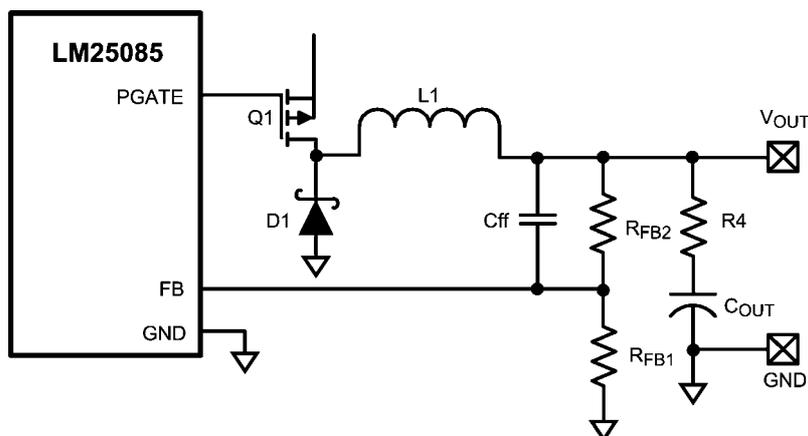
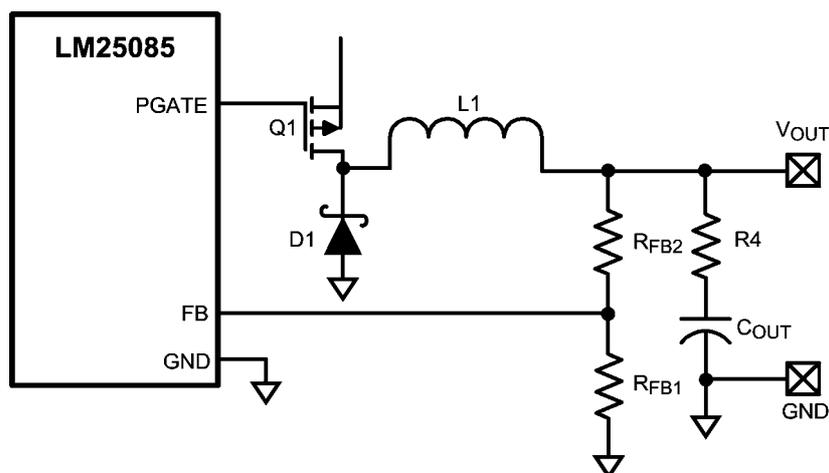

FIGURE 9. Reduced Ripple Configuration
FIGURE 10. Lowest Cost Ripple Generating Configuration
a) リップルを低減した構成: Figure 9 では、R3、C1、C2 が外されています (Figure 4 との比較)。低い値の抵抗 (R4) を C_{OUT} と直列に接続し、コンデンサ (Cff) を R_{FB2} の両端に接続します。R4 に流れ込むインダクタのリップル電流によって V_{OUT} に
b) 最小コストの構成: Figure 10 に示すこの構成は、Cff が外されていることを除けば Figure 9 の構成と同じです。 V_{OUT} のリップル電圧は R_{FB2} と R_{FB1} によって減衰するので、 V_{OUT} で必要な最小リップルは次式により求められます。